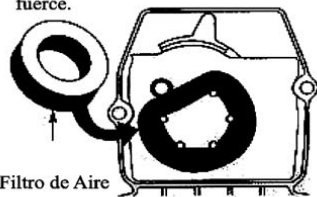

Fig.22
2. Retire el filtro de aire de la parte posterior de la cubierta del filtro de aire/silenciador (Fig.22).
6. Reemplace el filtro de aire en la cubierta de filtro de aire/silenciador (Fig.22).